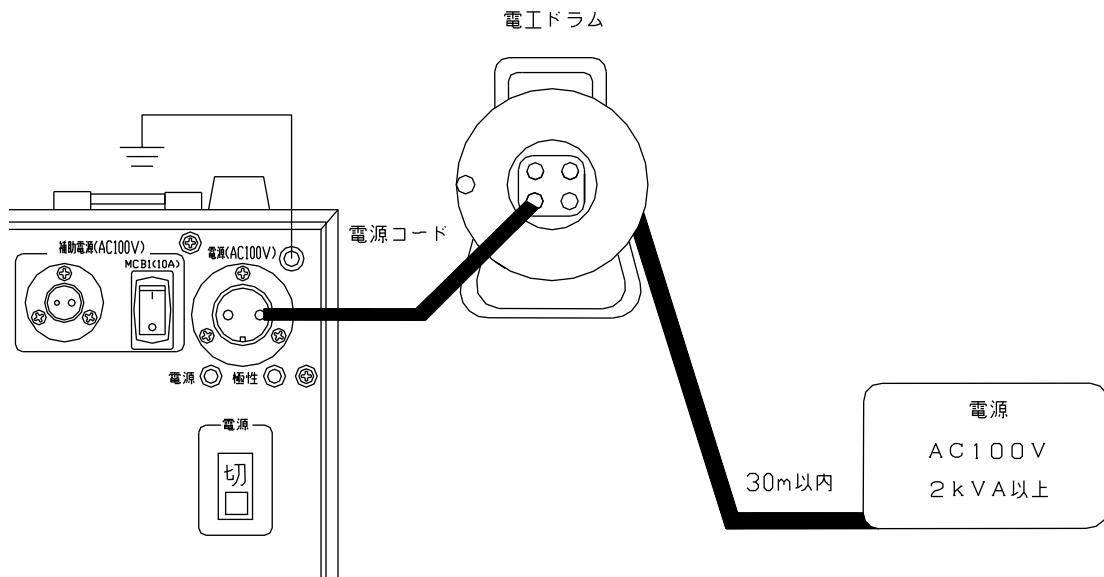

図1：電源の供給方法
- 試験装置の電源を準備します。商用電源又は、発電機（2 kVA以上）でコードリールは30m以内にし、ドラム内に巻き残しのないようにすべて引き出して下さい。（図1）コードリール等を多く使用すると、電源のインピーダンスが高くなるため大きな電流が出来ない場合があります。